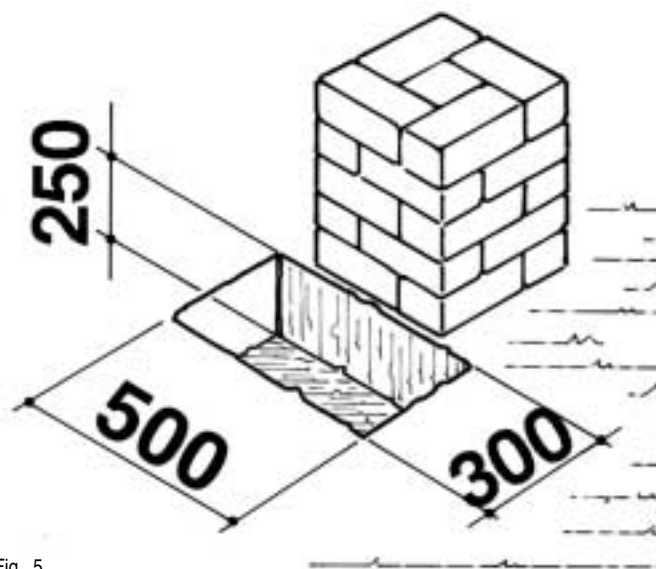

Fig. 5
- Creuser le sol en respectant les cotes rapportées sur le dessin en considérant que l'axe des charnières devra tomber au milieu de la cote 500 (Fig. 5).